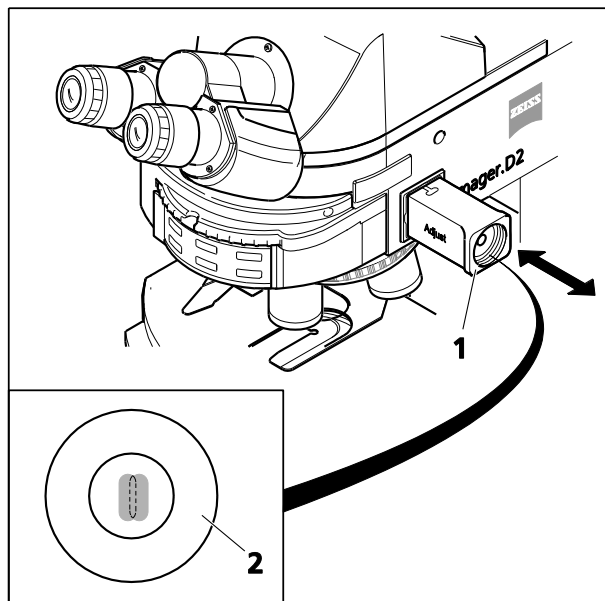
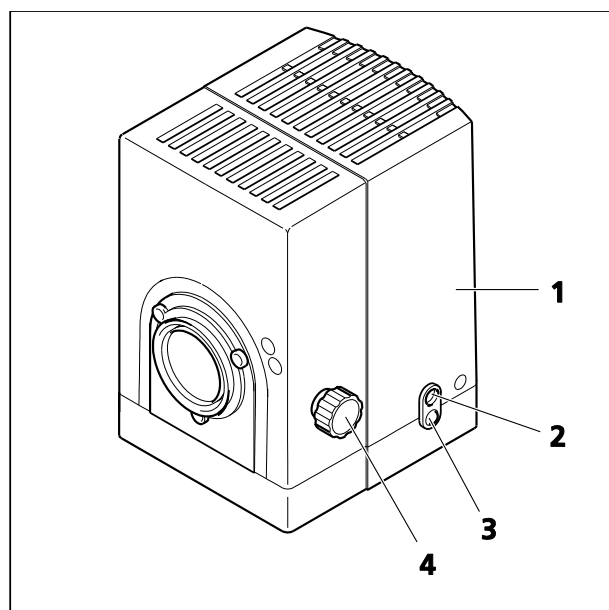

Fig. 55 Aide au réglage
Fig. 56 Alignement du dispositif d'éclairage HBO 100
- Allumer le dispositif d'éclairage HBO 100 (Fig. 56/1) via le transformateur HBO 100 (Fig. 85/2) et le laisser chauffer jusqu'à ce qu'il atteigne la température de fonctionnement.
- Retirer l'aide au réglage (Fig. 55/1) du statif du microscope. Le point d'arc le plus lumineux de la lampe HBO 103 W/2 et son image réfléchi légèrement plus sombre deviennent visibles dans la fenêtre en verre noir de l'aide au réglage.
- Tourner la molette (Fig. 56/4) pour régler le collecteur afin de mettre au point le point d'arc le plus lumineux.
- Utiliser les vis de réglage (Fig. 56/2 et 3) pour régler le point d'arc plus sombre (image d'arc réfléchi) dans le cercle d'alignement marqué comme indiqué dans l'illustration du point d'arc (Fig. 55/2).